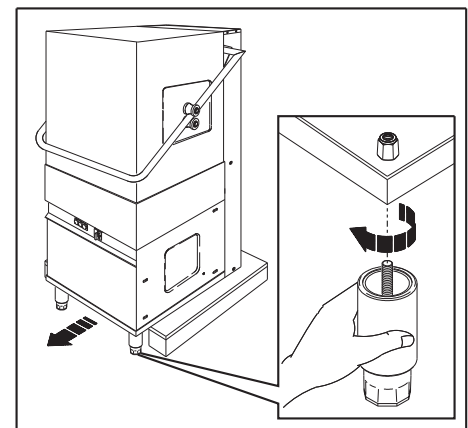

Abb. 4
3. Das Gerät auf der Transportpalette transportieren bis zwei der vier für das Einsetzen der Stellfüße vorgesehenen Öffnungen frei zugänglich sind (Abb. 4).
Eines der im Lieferumfang enthaltenen Stellfüßchen nehmen und die Schraube in eine der beiden freien Öffnungen einsetzen (Abb. 4).
Mit der Montage des zweiten Stellfüßchens fortfahren und dabei gleich wie zuvor vorgehen (Abb. 4).